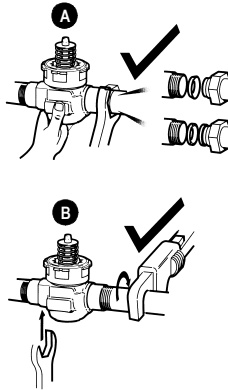

Abb. 5: Einbau des Ventils
6. Halten Sie den Ventilkörper dabei in einer Hand (Abb. 5 A) oder setzen Sie einen verstellbaren Schraubenschlüssel (38 mm bzw. 1-1/2") an den Sechskant oder die flache Seite des Ventilkörpers (Abb. 5 B). Bei Einbau auf einer Werkbank ist darauf zu achten, den Ventilkörper nicht mit dem Schraubstock zu deformieren. Achten Sie darauf, dass sich das hervorstehende "H"-Logo nicht zwischen den Spannbacken befindet. Übermäßige Spannkraft kann zur Verformung des Ventilkörpers führen.
7. Der Einbau des Stellglieds kann erfolgen, indem die unter (2) beschriebene Vorgehensweise umgekehrt wird.